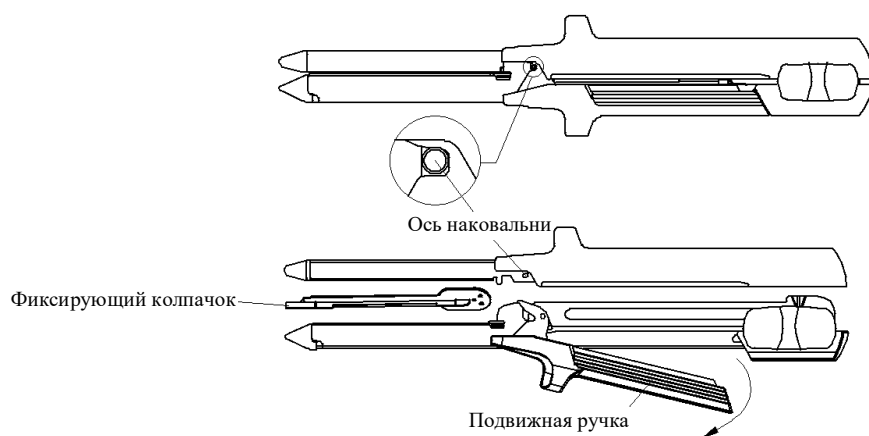
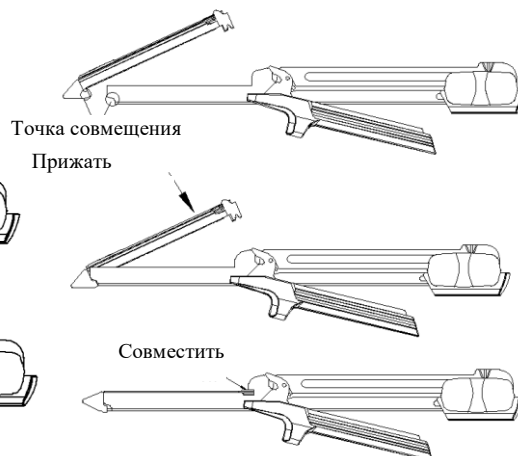

Рисунок 3
Рисунок 5
2. Разместите разрезаемые ткани между кассетой и рабочей поверхностью наковальни. Отрегулируйте положение для равномерного распределения ткани и предотвращения излишков. Сомкните подвижную ручку до щелчка (рисунок 3).
Если для одного и того же пациента требуется проведение такой же процедуры в другом месте, удалите использованную кассету (рис. 3) и установите новую (рис. 5). При правильной установке кассеты слышен щелчок. Снимите фиксирующий колпачок и выполните шаги 1–4.